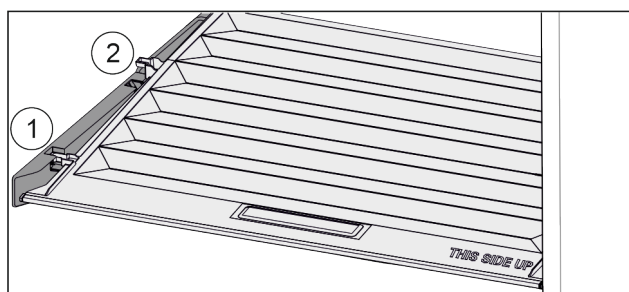

Fig. 149
- ▶ Deksel tot de opening in de vasthoudende delen naar voren trekken Fig. 149 (1).
- ▶ Aan de achterkant vanaf de onderkant omhoog tillen en vanaf de bovenkant verwijderen Fig. 149 (2).